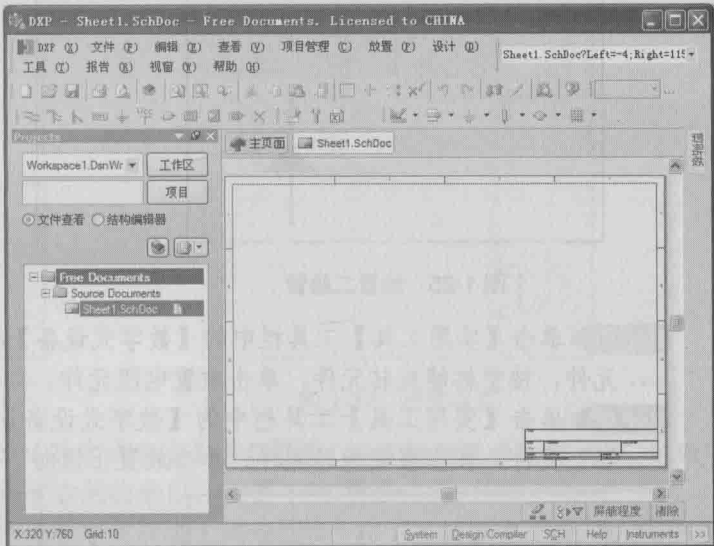

图 1-22 Protel 原理图绘图环境
step 02 进入 Protel DXP 2004 原理图绘图环境，如图 1-22 所示。